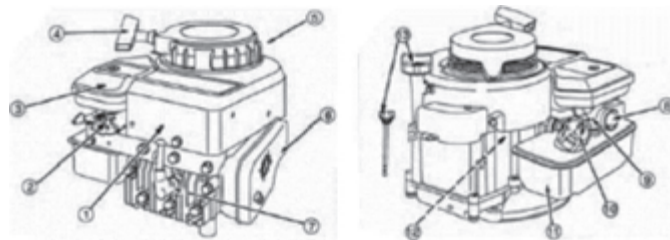

Рис. 3
### Основные части двигателя (Рис. 3)
Основным элементом газонокосилки является 4-х тактный двигатель внутреннего сгорания (Рис. 3), с вертикальной осью коленвала и его основные части: (2) - рычаг дросселя; (3) - фильтр воздушный; (4) - стартер ручной; (5) - защитный кожух; (6) - глушитель; (7) - свеча зажигания; (8) - кнопка топливного насоса; (9) - карбюратор; (10) - пробка бензобака; (11) - бензобак; (12) - корпус двигателя; (13) - маслонилившая горловина.